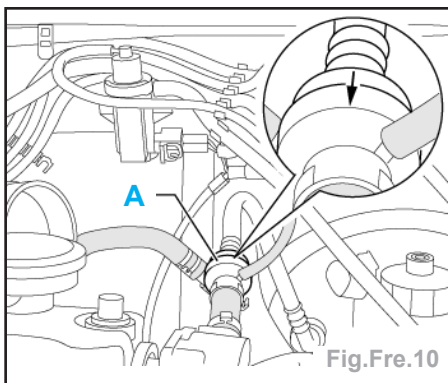

Fig.Fre.10
## Contrôle du clapet antiretour (A) (Fig.Fre.10).